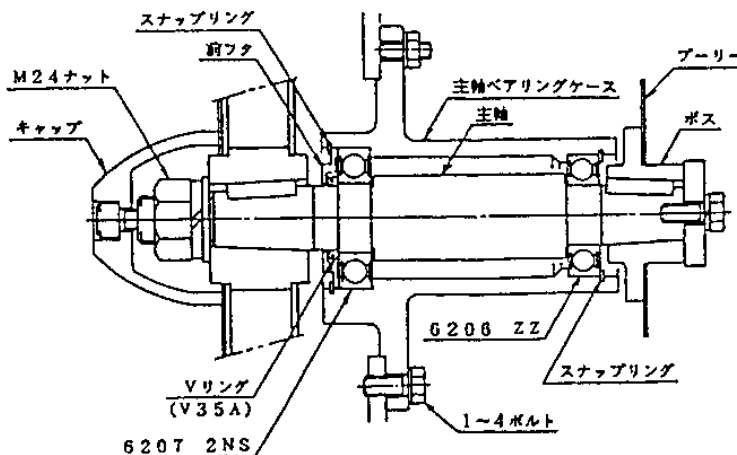

図 9-7
- ・ 両側のスナップリングを取り外し、ベアリング押さえ板を取り、木の上などに主軸の軸端を突くように落とせば抜くことができます。(図 9-7)